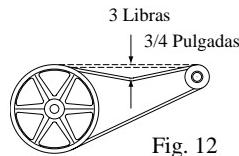

Fig. 12
- Compruebe la tensión de la correa.** Una fuerza de 3 libras debe desviar la correa 3/4 pulgadas (véase fig. 12). Ajuste la correa si es necesario.